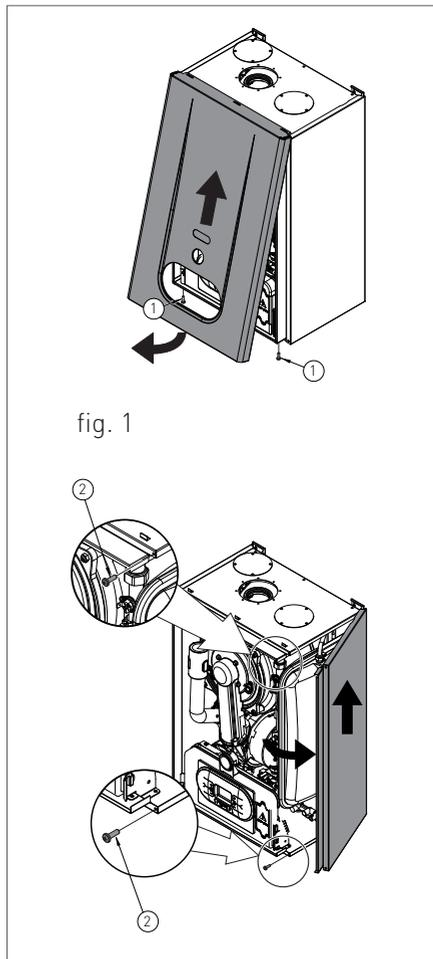

fig. 1
- > rimuovere le viti (1 - fig.1) di fissaggio poste nel bordo inferiore del pannello frontale;
- > afferrare il pannello frontale nella parte inferiore e, tirandolo verso se, estrarlo con movimento verso l'alto (vedi fig. 1).
- > rimuovere le viti (2 - fig.1) di fissaggio poste nel bordo frontale del pannello laterale;
- > afferrare la base del pannello e, dopo averlo spostato lateralmente, estrarlo alzandolo (vedi fig. 1).
- > Afferrare contemporaneamente le staffe di supporto del pannello comandi (fig. 1) allargandole e rovesciare il pannello, ruotandolo verso il basso;
- > svitare le quattro viti di fissaggio 1 - fig. 1;